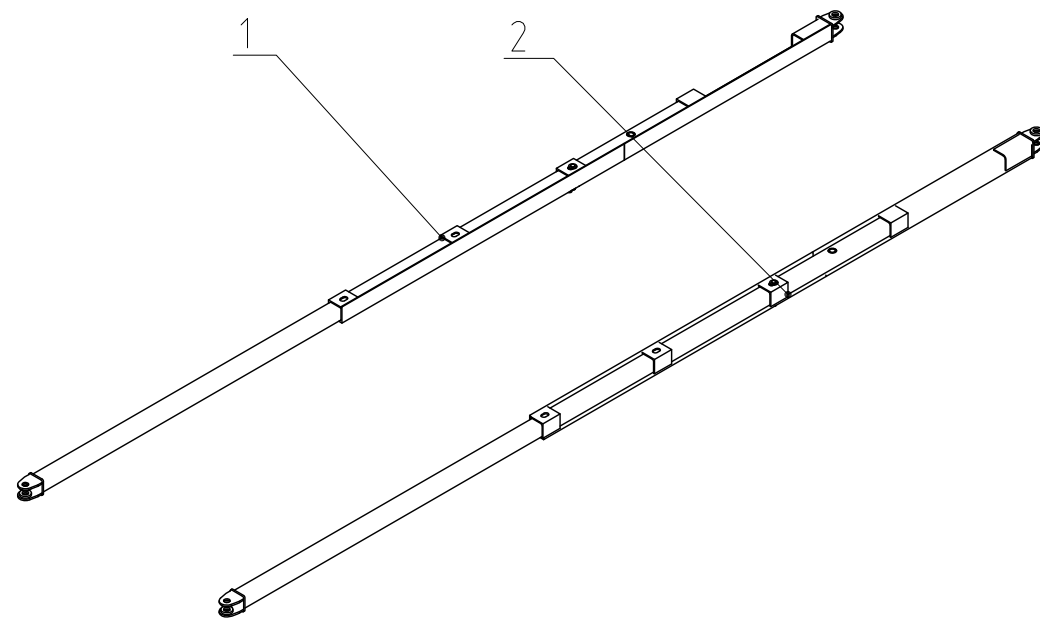

Рис.15. Растяжки.
3.12 Растяжки (Рис. 15) предназначены для соединения брусьев с снечей При помощи растяжек устанавливается угол атаки дисков секций, которые смонтированы на брусьях.